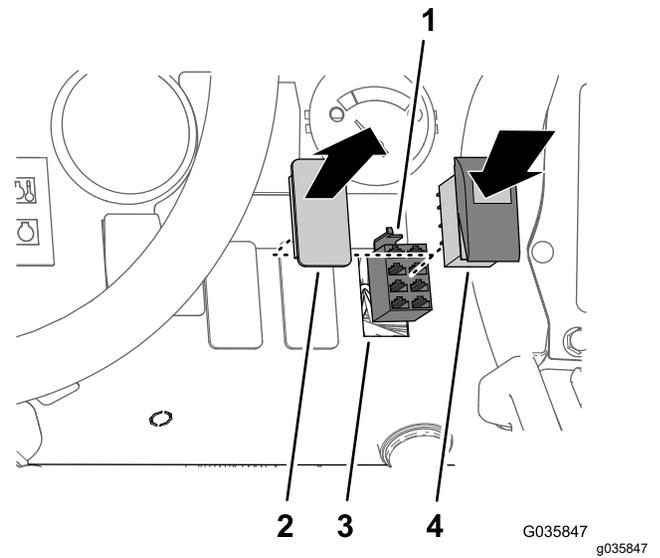

Figure 34
1. Retirez le cache à l'emplacement de l'interrupteur sur la planche de bord, comme montré à la Figure 34.
2. Branchez le connecteur à 8 douilles du faisceau du kit de finition pour rampes soniques étiqueté SONIC MODE MANUAL VS. AUTO sur l'interrupteur à bascule (Figure 34).
3. Insérez l'interrupteur à bascule dans l'ouverture de la planche de bord jusqu'à ce qu'il s'enclenche solidement en place (Figure 34).